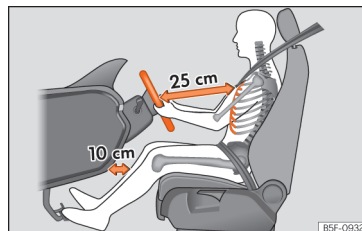

Abb. 3 Der richtige Abstand des Fahrers zum Lenkrad muss mindestens 25 cm (10 inch) betragen.
- Lenkrad so einstellen, dass der Abstand zwischen Lenkrad und Brustbein mindestens 25 cm (10 Zoll) beträgt » Abb. 3 und das Lenkrad mit beiden Händen und leicht gebeugten Armen seitlich am äußeren Rand festgehalten werden kann.
- Fahrersitz in Längsrichtung so einstellen, dass die Pedale mit leicht angewinkelten Beinen durchgetreten werden können und der Abstand zur Instrumententafel im Kniebereich mindestens 10 cm (4 Zoll) beträgt » Abb. 3.